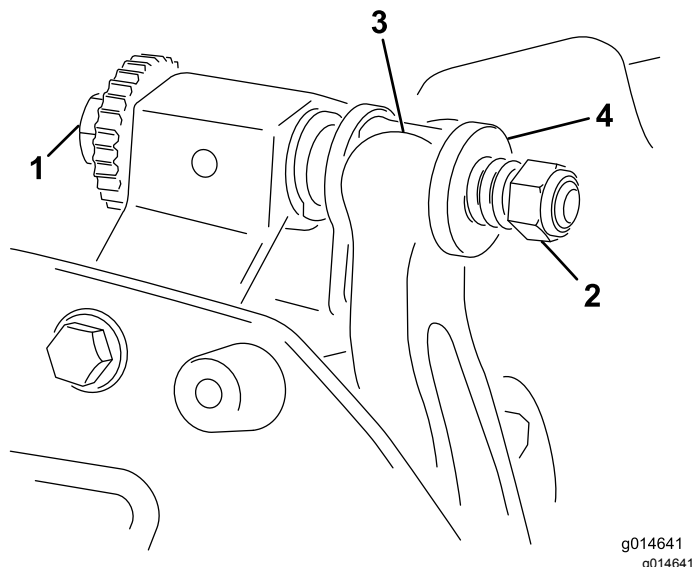

Рисунок 20
1. Поверните регулировочный винт планки неподвижного ножа против часовой стрелки, чтобы отвести неподвижный нож от барабана (Рисунок 20).
2. Отвинчивайте гайку натяжения пружины до тех пор, пока шайба больше не будет нажимать на планку неподвижного ножа (Рисунок 20).
1. Установите неподвижный нож, расположив монтажные проушины между шайбами и регулировочным винтом неподвижного ножа (Рисунок 20).